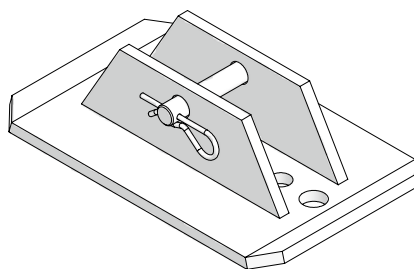

Abb. 6.4 Fußplatte 48 (Triplex R)
■ Fußplatte (Abb. 6.4 und 6.5)